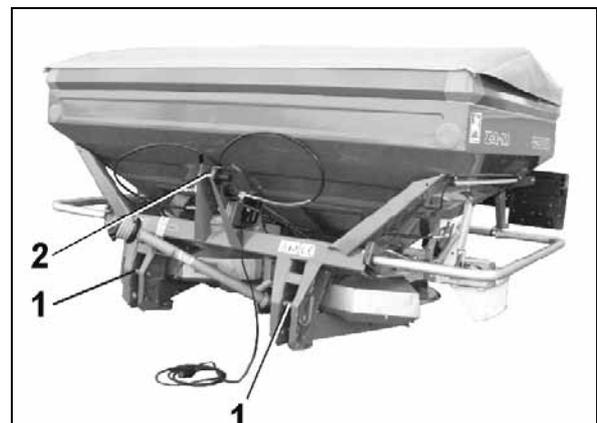

Fig. 40
1. Fijar los casquillos esféricos sobre los pernos de los brazos superiores e inferiores (Fig. 40/1,2) en los puntos de articulación del bastidor de montaje de tres puntos.